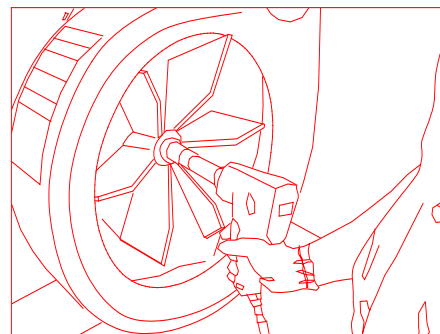

Abb. 17
5. Die Ansauggehäuse-Baugruppe (Pos. 11) entfernen. Zum Entfernen der (12) Gegenmuttern (Pos. 15) einen Steckschlüssel mit 9/16" Nuss verwenden. Die Ansaugbaugruppe vorsichtig so zur Seite legen, dass keine übermäßige Belastung auf den Kabelbaum des Sicherheitsschalters ausgeübt wird.
6. Mit einem Schlagschrauber die Flügelradschraube und die Sicherungsscheibe entfernen (siehe Abb. 17).